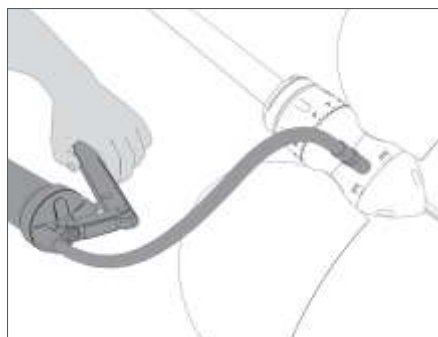

FIG. 45 Pompaggio del grasso
- Immettere del grasso EWOL ordinabile sul sito [www.ewoltech.com](http://www.ewoltech.com) oppure [www.ewol-propellers.com](http://www.ewol-propellers.com) (dagli USA) tramite una pompa ingrassatrice (Fig. 45), fino al trafileamento dalle sedi delle pale o dalla ghiera MPS.